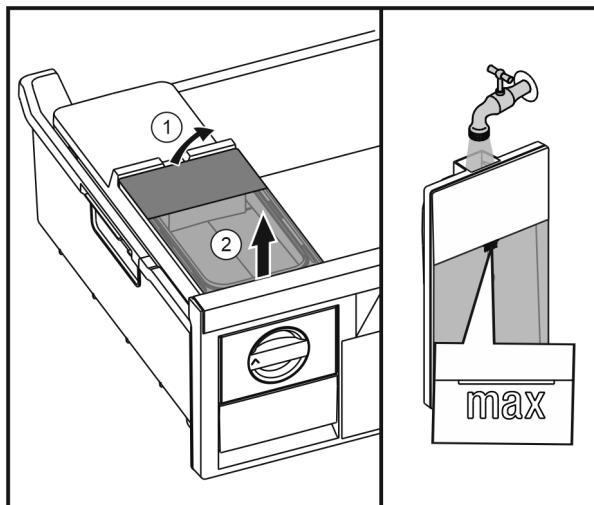

Fig. 28
- Поднять бак для воды сзади Fig. 28 (1) и извлечь движением верх Fig. 28 (2).